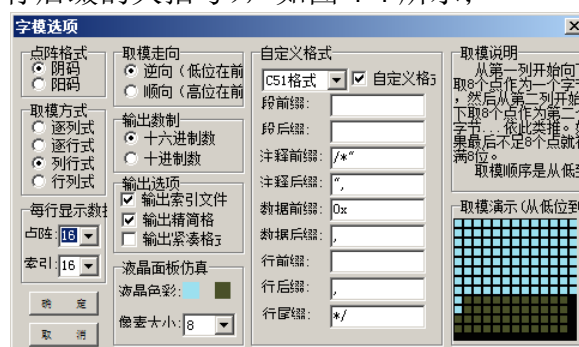

图 4-4 字模选项
- (5) 点上面的齿轮, 设字模选项, 阴码, 列行式, 逆向, C51, 自定义格式 (删去行前缀和行后缀的大括号), 如图 4-4 所示;